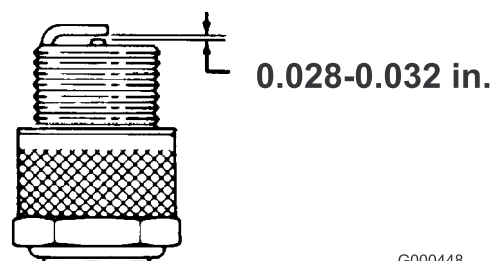

図 27
3. エア・ギャップを0.7～0.8 mmに調整する (図 27)。点火プラグをエンジンに取りつけて、2.35 kg.mにトルク締めする。